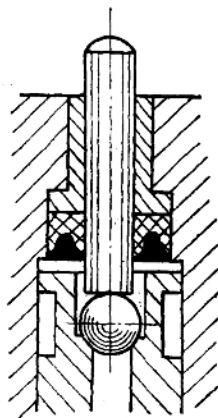

图6-1-23 小型阀门
(2) 阀门的泄漏 手操纵器及切断余料的自动控制阀门泄漏时，最简单的修理方法是把阀杆截短 5mm ，放入一个直径为 $1/4"$ 的滚珠（图6-1-23）这样就消除了阀杆、阀座和导套三者的轴心线不能保持一致的缺陷。阀杆要光滑，不应有卡紧现象。如果发生卡紧现象，即应取出，用细号砂布打磨光滑，清洗干净，涂以润滑油脂，再装上。